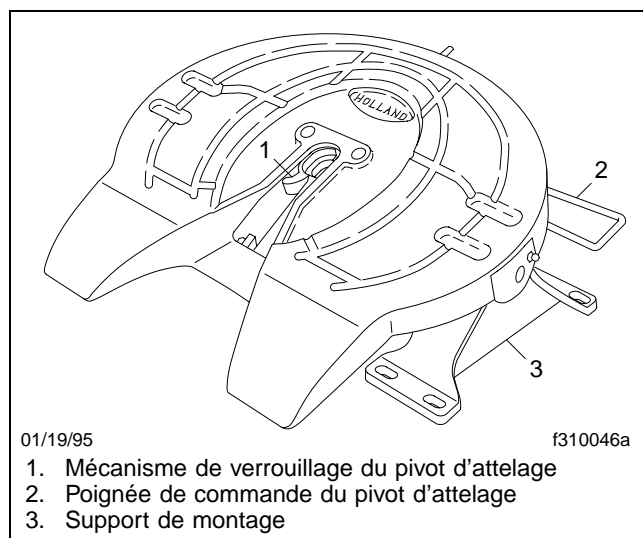

Fig. 10.1, Sellette d'attelage Holland
Les modèles 2535 de sellette d'attelage coulissante comportent une sellette d'attelage de modèle 3500 (**figure 10.1**) équipée d'un mécanisme coulissant à dégagement pneumatique ou manuel. Les sellettes d'attelage coulissantes sont montées sur une plaque d'appui qui permet leur déplacement vers l'avant et vers l'arrière sur des rails à encoches. Des plongeurs sont engrenés dans les dents de la plaque pour verrouiller le mécanisme coulissant. Le désengagement du chariot coulissant se fait lorsque les plongeurs sont retirés (manuellement ou par un mécanisme pneumatique), dégageant la sellette d'attelage afin qu'elle puisse être positionnée pour une répartition optimale du poids sur les essieux du tracteur.
6. Relâchez le mécanisme de verrouillage du pivot d'attelage en tirant la poignée de commande de verrouillage du pivot (**figure 10.1**) vers l'extérieur.